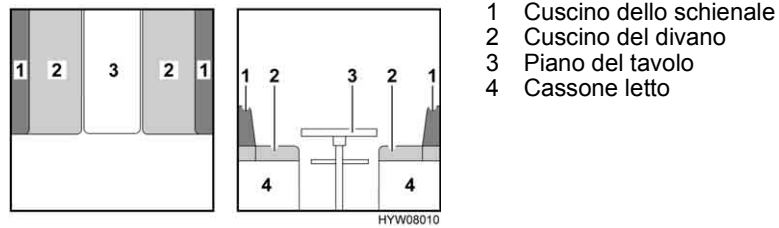

Fig. 97 Prima della trasformazione
- Sollevare leggermente il piano del tavolo (Fig. 97,3) in avanti.